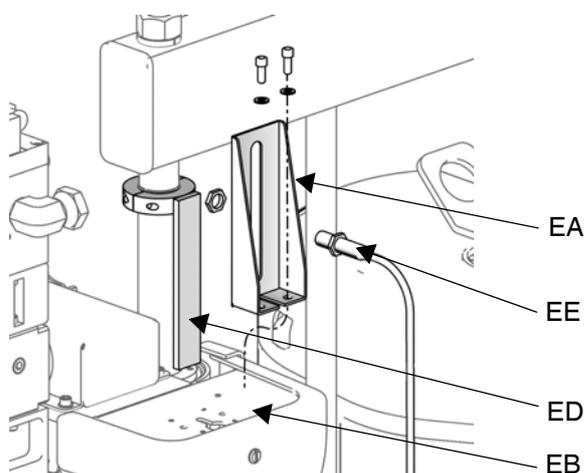

ABB. 9: Zufuhrsysteme D200 und D200s
3. Bringen Sie einen Sensor (EE) zur Erkennung eines niedrigen Behälterfüllstands oder eines leeren Behälters in der Sensorhalterung (EA) an.
4. Für die Zufuhrsysteme D60, D200 und D200s: Befestigen Sie den Aktuator (ED) an der Hubstange der Ram in der Nähe des oberen Stangenendes, damit er die Vorderseite des Sensors (EE) auf der richtigen Höhe für niedrigen Füllstand bzw. leeren Behälter passiert. Siehe ABB. 9.